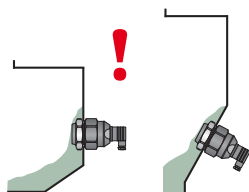

Рис. 2: Прилипание материала при монтаже с помощью крепёжной гайки
- В случае монтажа на наклонную или боковую стенку резервуара с помощью **креплёжной гайки** при использовании датчика с некоторыми липкими материалами этот материал может скапливаться над крепёжной гайкой. Вследствие этого может иметь место ложное срабатывание или блокировка датчика (см. рис. 2).